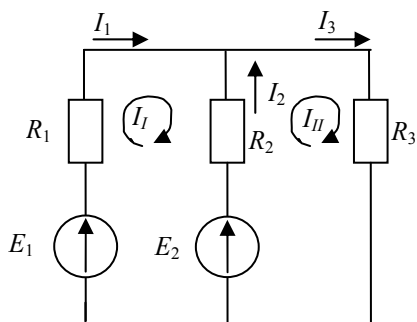

Рис. 3.1
3.1.1. Методом контурных токов найти токи в цепи (рис. 3.1), где  $E_1 = 52$  В;  $E_2 = 48$  В;  $R_1 = 4$  Ом;  $R_2 = 8$  Ом;  $R_3 = 10$  Ом.
Если выбрать независимые контуры так, как показано на рис. 3.1, то  $\dot{Z}_{11} = R_1 + R_2 = 4 + 8 = 12$  Ом – полное сопротивление первого контура; это сумма всех сопротивлений, по которым протекает контурный ток  $\dot{I}_I$ ;  $\dot{Z}_{22} = R_3 + R_4 = 8 + 10 = 18$  Ом – полное сопротивление второго контура;  $\dot{Z}_{12} = \dot{Z}_{21} = -8$  Ом – взаимное (общее) сопротивление 1 и 2 контуров; оно положительно, если контурные токи  $\dot{I}_I$  и  $\dot{I}_{II}$  протекают по нему в одном направлении, в противном случае оно отрицательно;  $\dot{E}_I = \dot{E}_1 - \dot{E}_2 - 52 - 48 = 4$  В – контурная ЭДС первого контура; эта алгебраическая сумма ЭДС, входящих в первый контур;  $\dot{E}_{II} = \dot{E}_2 = 48$  В – контурная ЭДС второго контура.